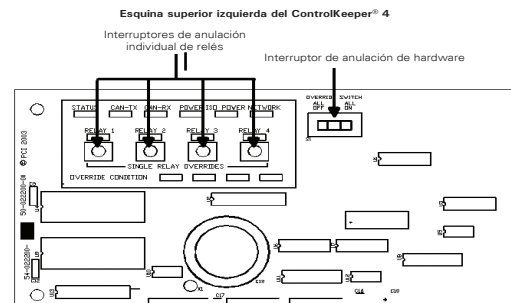

Figura 10. Indicadores LED de estado del ControlKeeper 4
Hay seis (6) LED de estado del sistema ubicados en la esquina superior izquierda del ControlKeeper-4. Remítase a la Figura 10 para ver la ubicación de estos LED de estado. Estos LED de estado indicarán el funcionamiento adecuado o los posibles problemas con el ControlKeeper 4. El funcionamiento normal incluye los siguientes estados de LED.
Hay cuatro LED indicadores del estado de los relés, uno por cada uno de los relés en el ControlKeeper-4. Consulte la Figura 10 para ver la ubicación de estos LED. Los LED de estado del relé indican si el relé asociado está energizado o no. Si el LED del relé está encendido, la carga del relé debería estar encendida. Si el LED del relé está apagado, la carga del relé debería estar apagada.